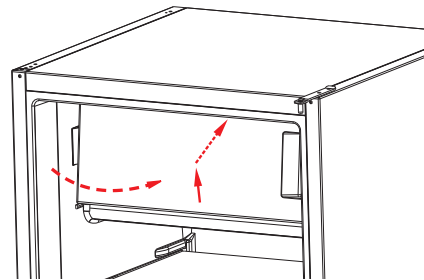

Abb. 5
- ▶ Entnehmen Sie die Gefrierfachtür, indem Sie sie leicht unten anheben und nach unten abziehen (Abb. 5).